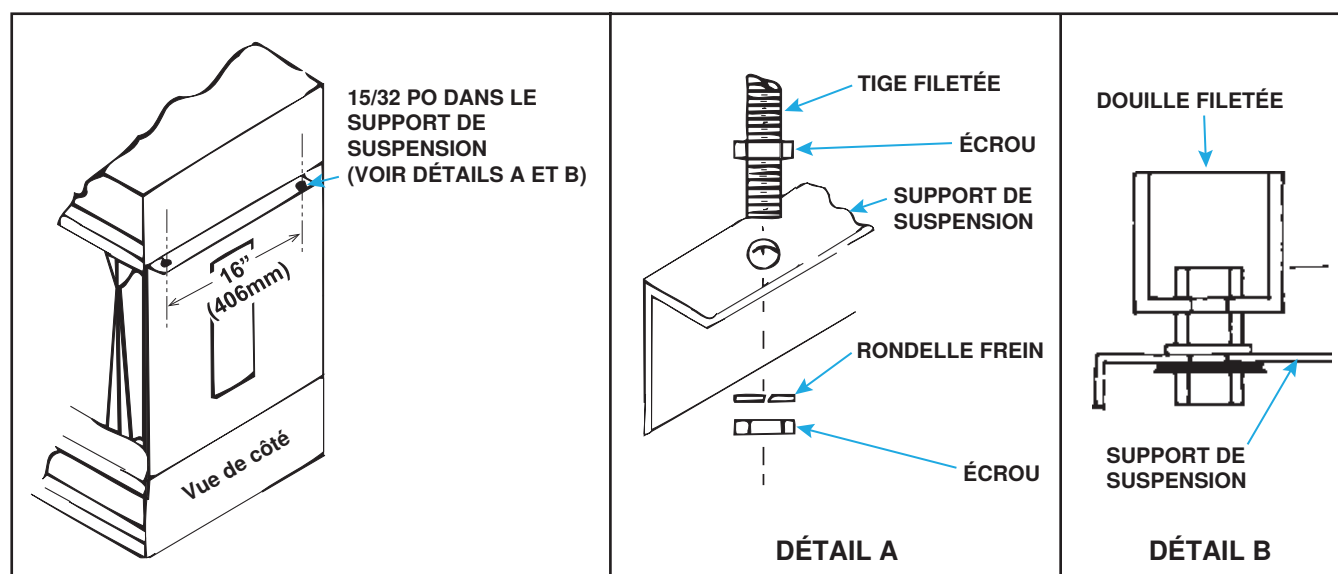

Figure 9. Montage en suspension d'un seul four
- L'appareil de chauffage comporte quatre trous de 15/32 pouce (12 mm) de diamètre pour la suspension en autant de points (voir **Figure 9**).
- La quincaillerie requise est illustrée à la **Figure 9**, DÉTAIL A et comprend quatre tiges filetées 7/16-16, quatre rondelles de blocage à anneau fendu et huit écrous 7-16.
- Un kit d'adaptateur de suspension (option CK3, PN 57959) avec quatre douilles filetées à rotation libre (PN 9557) pour tuyau de 1 pouce (voir **Figure 9**, DÉTAIL B) est disponible.